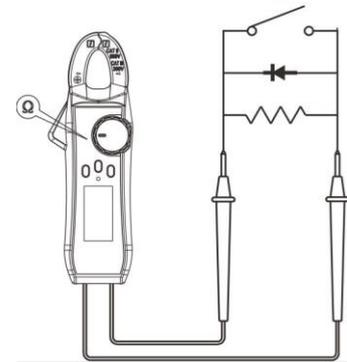

Рис. 8.7: Схемы подключения
4. Далее подключить щупы к объекту измерений (с соблюдением необходимой полярности рис. 8.7) и выполните тест.